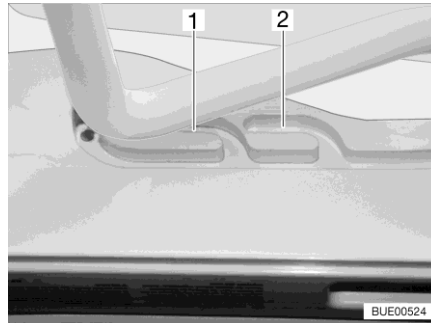
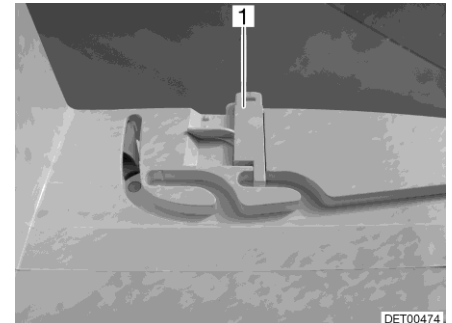

Bild 88 Spår (ventilationsläge)
Bild 89 Lås (ventilationsläge)
Heki-takluckan kan ställas i två ventilationslägen: Läget för dåligt väder (Bild 88,1) och mittläget (Bild 88,2). Beroende på modell kan takluckan låsas i mittläget med de båda spärrarna (Bild 89,1) till höger och vänster om ramen till takluckan.
- Tryck bygeln lätt uppåt och skjut in den i det valda spåret (Bild 88,1 eller 2) och lås eventuellt.